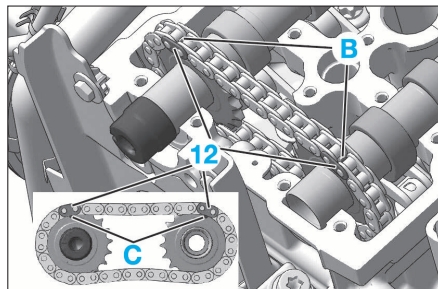

FIG. 68
- reposer les arbres à cames et les caler. Le calage des arbres à cames s'effectue en mettant les maillons brunis (12) de la chaîne de distribution (9) en face des repères (B) (repères de peinture jaune) ou (C) (marquages) des pignons des arbres à cames échappement (7) et admission (8) (Fig.68).